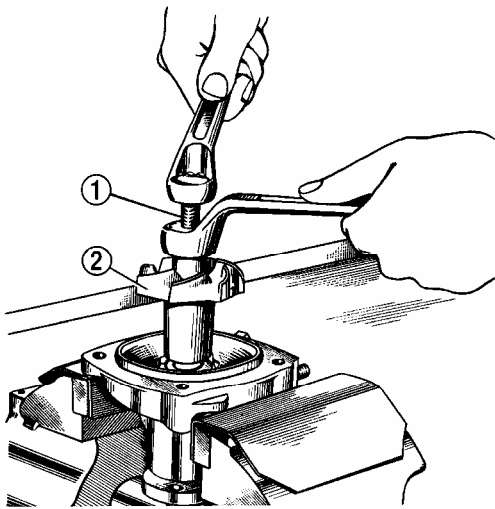

Рис. 2-63. Снятие крыльчатки:
- закрепите крышку в тисках, используя прокладки, и снимите крыльчатку 2 (рис. 2-63) с валика съемником А.40026;